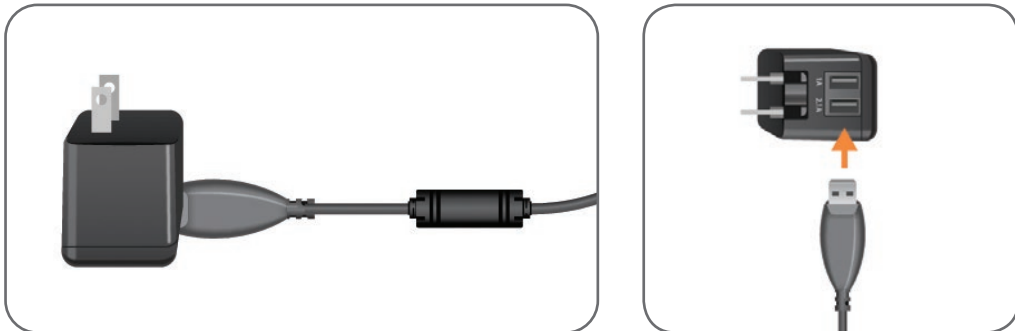

Abbildung 6-1: Anschluss des USB-Ladekabels an das AC-Netzteil
2. Verbinden Sie den USB-Anschluss des magnetischen Ladekabels mit einem der beiden verfügbaren USB-Anschlüsse des AC-Netzteils. Siehe Abbildung 6-1.